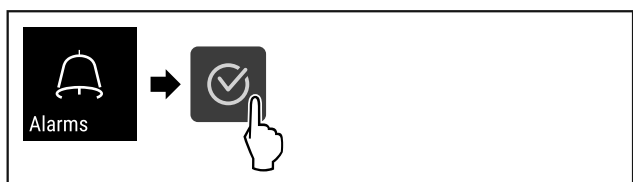

Fig. 97
- ▶ Proved'te akční kroky (viz Fig. 97) .
- ▶ Provedte akční kroky (viz Fig. 97).